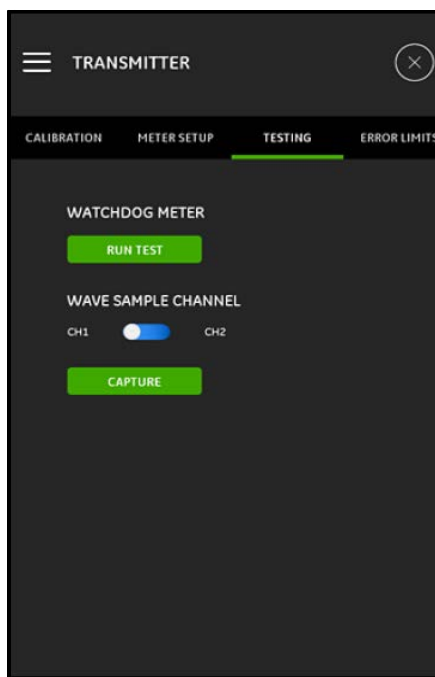

图 114: 测试菜单
测试菜单（请参见下面的图 114）用于确保 PT900 正常运行。包括以下测试：
1. 单击测试菜单中的运行测试按钮（请参见第 121 页上的图 114）。